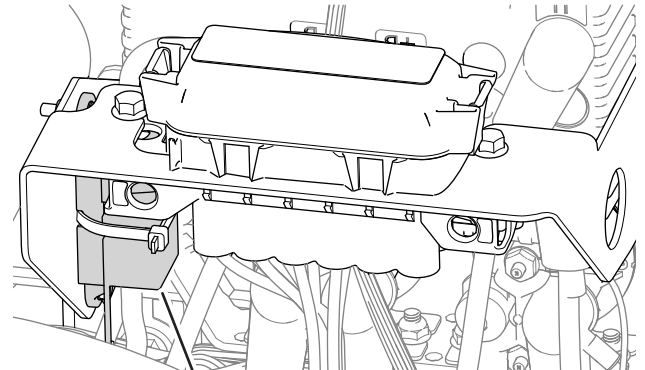

図 57
- 左ホイールモータのヒューズ 60 A は、マシン左側のカバーの下、リール駆動回路用ヒューズの近くにありま 図 57。